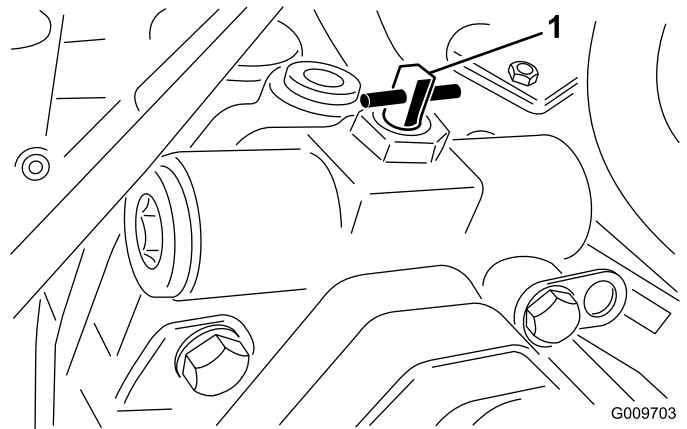

図 41
2. バイパスバルブのレバー (図 41) を右または左に90° 回転 (4分の1回転) させると内部でバイパスが形成される。これによ